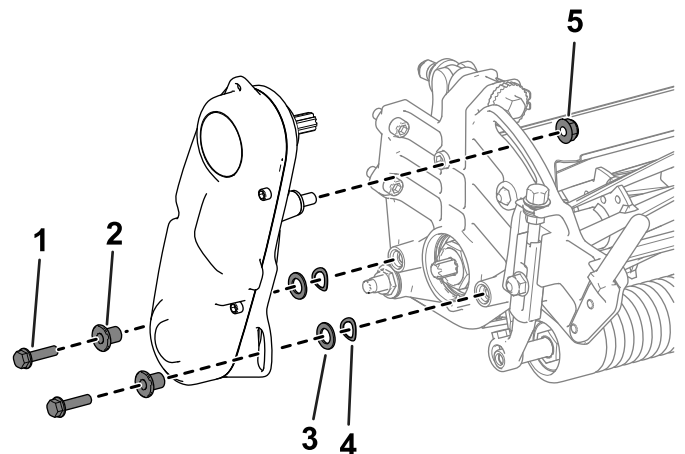

Figura 44
2. Remova o hardware que prende o conjunto de acionamento do cilindro à placa lateral (Figura 44).
3. Remova o conjunto de acionamento do cilindro, as arruelas planas, as arruelas de pressão e os espaçadores da placa lateral (Figura 44).